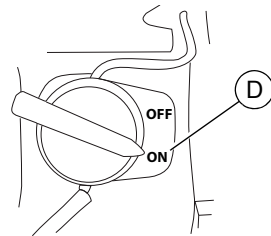

Figure 3-4. Contact du moteur
5. Voir **Figure 3-4**. Mettre le contact du moteur (D) en position ON.